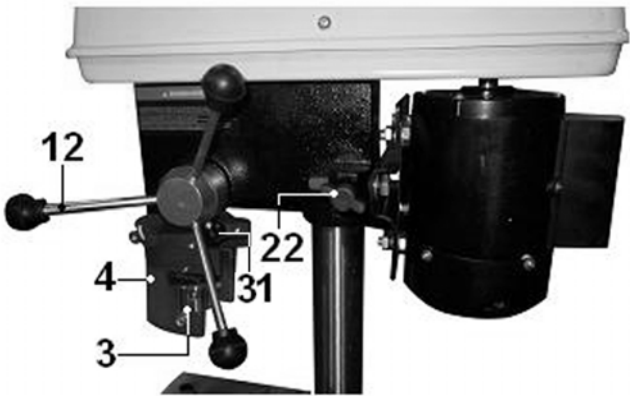

Рис. 4
- трещины металлоконструкции шпиндельной головки (17), Рис. 4;
9.9. Перемещая шпиндель за ручку (12), Рис.4, проверьте плавность хода шпинделя, Рис.4. Установочный винт (25) с контргайкой (26) предназначен для предотвращения проворачивания шпинделя. Если перемещение происходит не плавно или для перемещения нужно приложить усилие – необходимо произвести регулировку положения винта (25), предварительно ослабив контргайку (26). По окончании регулировки закрепите положение контргайкой (26).
10.4. Контроль глубины сверления «глухих» отверстий производится по шкале (6) и указателю (5), Рис.2. Регулировка (ограничение) глубины сверления производится винтом (31), Рис.4.